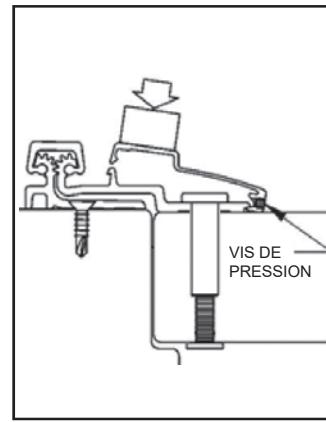

Fig. 6
- Pour installer le couvercle sur le battant de la porte à charnière, dévissez la vis de pression sur la partie la plus longue du couvercle et accrochez ce côté du couvercle sous le bord extérieur du battant sur toute la longueur. En commençant par le haut et en allant vers le bas, appuyez et tapez sur la partie courte du couvercle pour le mettre en place. Utilisez un marteau en caoutchouc si nécessaire, en veillant à ne pas endommager la surface du couvercle. Une fois en place, fixez-le à l'aide de la vis de pression (Figure 6).